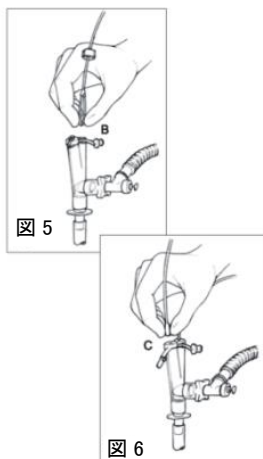

図5
- (4) EZマルチポートアダプタのEZポート(ポートB)からキャップを取り外し、EZブロッカーをEZポート(ポートB)より気管チューブ内に挿入する(図5)。
- (3) EZブロッカーを最終位置に留置したら、聴診等により、片肺換気を確認する。
- (4) EZマルチポートアダプタのEZポート(ポートB)を固定用キャップで締めてEZブロッカーを固定する(図5)。これにより空気の漏れも防ぐことができる。患者の体位を変更する場合は、固定用キャップを緩め、EZブロッカーがEZマルチポートアダプタ内を動けるようにしてから行い、その後、気管支鏡でカフ留置位置を再確認する。